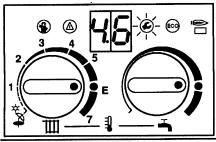

Рис. 53
- После отпускания сервисклавиши высвечивается 5 секунд, напр., "4.6", после этого "00." или "01." и клавиша светится (рис. 53).